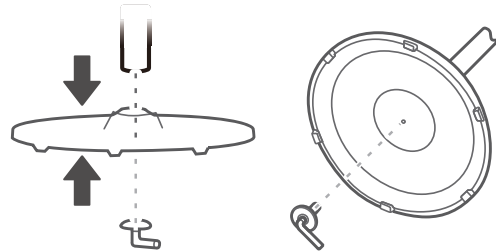

Fig.2
- Déplier délicatement le tube réglable (C), le placer en sa position la plus haute et serrer l'écrou pour fixer la hauteur (Fig. 2)